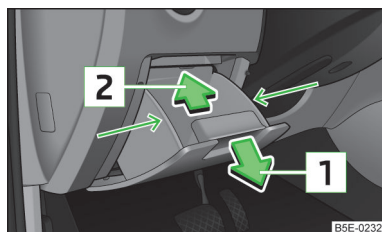

Fig. 215
- Afferrare lo scomparto portaoggetti lateralmente, nell'area delle frecce » fig. 215.